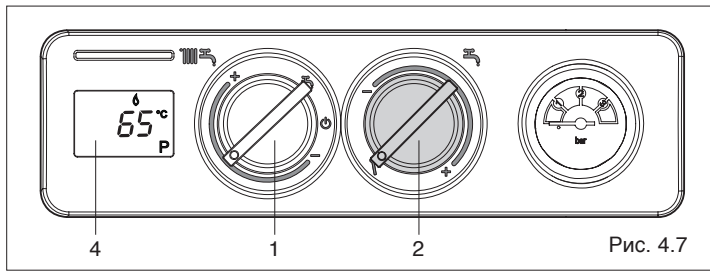

Рис. 4.7
- **Режим газоанализа:** при повороте ручки регулирования температуры горячей воды (2, Рис. 4.7) на символ  $\lambda$  активируется функция газоанализа, на дисплее (4, Рис. 4.7) загорится символ **P**. При повороте переключателя режимов работы (1, Рис. 4.7) на максимум (конец шкалы – символ +), горелка перейдёт на максимальную мощность, включится циркуляционный насос системы отопления, а котёл (если он был погашен) разожжётся и будет работать 10 минут. При повороте переключателя режимов работы на минимум (конец шкалы – символ -), горелка перейдёт на минимальную мощность. По истечении заданного времени система выключится. Для того чтобы возобновить нормальную работу, или прервать данную функцию, снова установите ручку (2, Рис. 4.7) на нужное значение температуры.